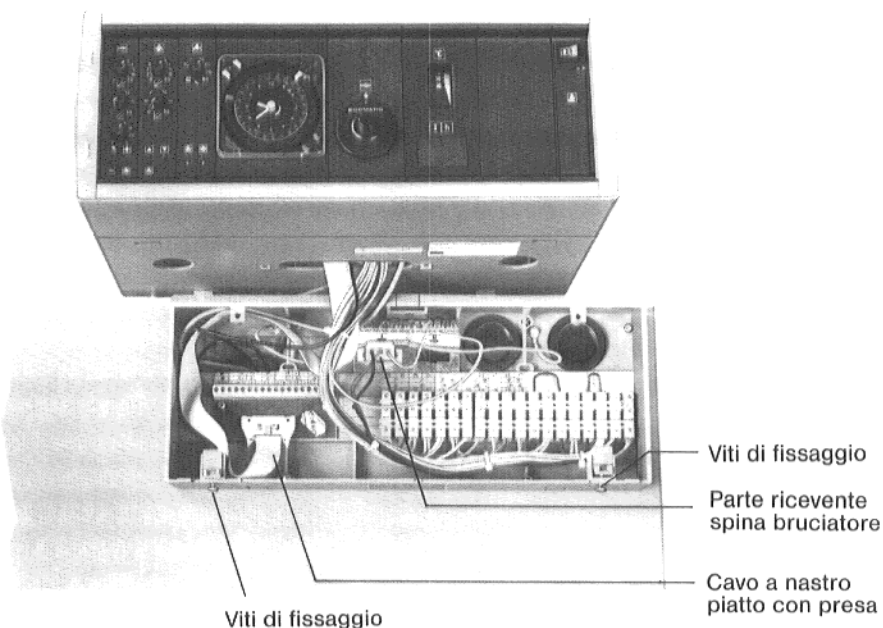

Fig. 12: Apparecchio di regolazione e bassetta
13. Stabilire il collegamento fra il apparecchio di regolazione e la bassetta inserendo gli spinotti nella morsettiera secondo le marcature e stringere a fondo le viti d'arresto (Fig. 12).
16. Inserire da sotto la spina del bruciatore nella parte ricevente nella bassetta (Fig. 12).
18. Porre il apparecchio di regolazione sulla bassetta, spingere le alette posteriori negli alloggiamenti ed avvitare entrambe le viti di fissaggio (Fig. 12).